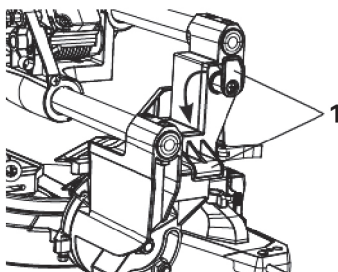

рис. 10
Для удобства и во избежание повреждения шнура питания, когда пила не используется или транспортируется, для хранения шнура питания следует использовать два крепления (1), установленные на задней стороне пилы (рис. 10).